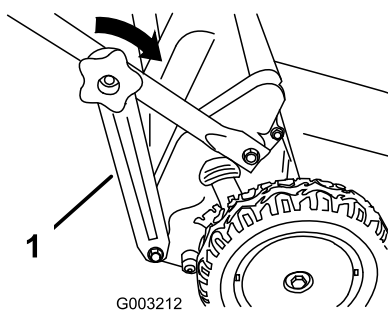

Figura 7
6. Fije los soportes del manillar (Figura 7) a los lados del manillar inferior.